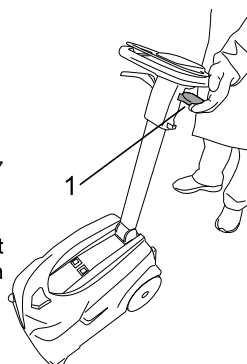

Fig.18
**Pour actionner le séchage en marche arrière tirer le levier (Fig. 18 - Rep. 1).**